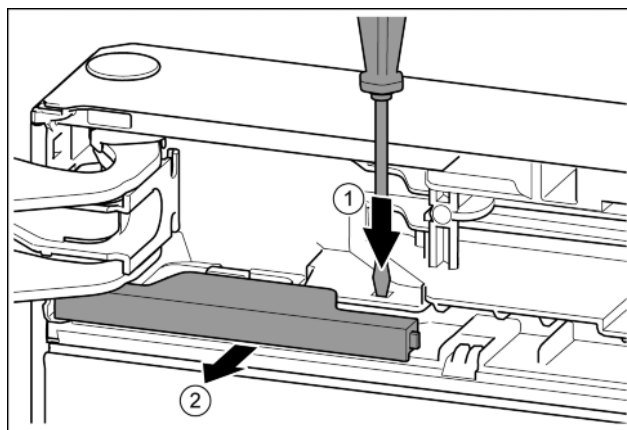

Fig. 13
- ▶ Pousser la languette avec un tournevis plat. Fig. 13 (1)
- ▶ Sortir le cache de l'encliquetage. Fig. 13 (2)